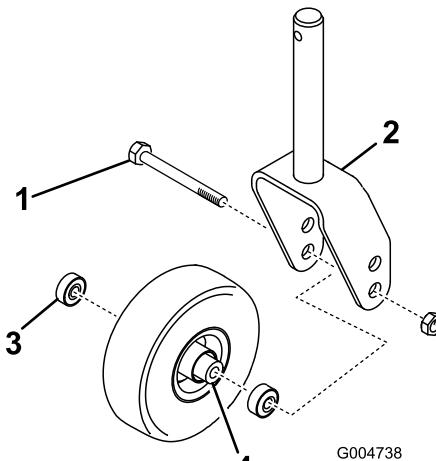

Bild 25
1. Entfernen Sie die Sicherungsmutter von der Schraube, mit der das Laufrad an der Gabel befestigt ist (Bild 25). Halten Sie das Laufrad fest und schieben die Schraube aus der Gabel oder vom Gelenkarm ab.
2. Entfernen Sie das Lager aus der Radnabe und lassen das Lagerdistanzstück herausfallen (Bild 25). Entfernen Sie das Lager aus der gegenüberliegenden Seite der Radnabe.